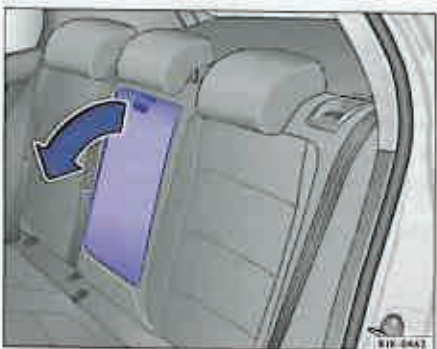

Fig. 70 Cotiera din spate.
- Pentru **rabatare** trageți curelușa în sensul săgeții ⇒ fig. 70 și rabatați cotiera centrală către în față.